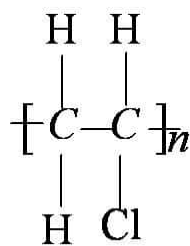

Figure 1. Structure du poly(chlorure de vinyle)
2.4.1. **Définition du PVC (poly chlorure de vinyle)** : Le PVC, est un matériau de plastique fabriqué à base de sel et de dérivés du pétrole (Fig.1). Comme le principal composant est le chlore, la fabrication d'une certaine quantité de PVC nécessite moins de pétrole que plusieurs autres polymères. Le PVC est un matériau thermoplastique : il est de nature à être fondu lors d'un chauffage à une certaine température et qui durci ensuite après refroidissement.